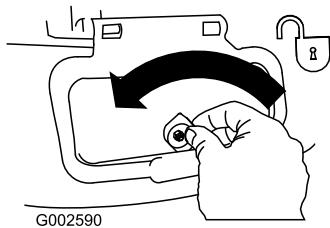

Figura 26
- Sbloccate lo sportello di scarico laterale (Figura 26).